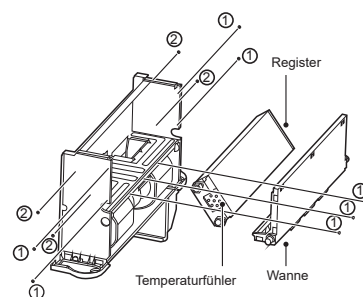

Abb. 4-8 Entfernen von Wanne und Register
- Entfernen Sie, wie in Abbildung 4-8 dargestellt, die 7 Schrauben ①, um die Ablaufwanne auszubauen. Dann die 4 Schrauben ② entfernen, um den Wärmetauscher herauszunehmen.